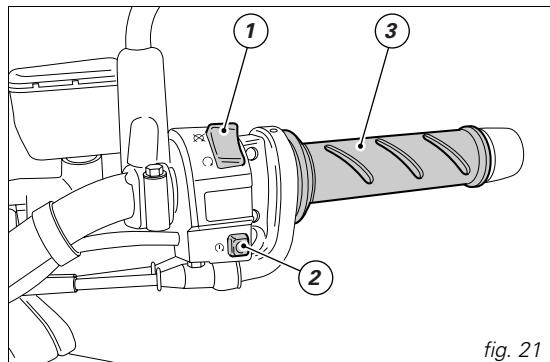

fig. 21
- 1) si le code est reconnu, le témoin IMMO (3, fig. 5) sur le tableau de bord, émettra un bref clignotement ; le système antivol a reconnu le code de la clé et désactive le blocage du moteur. En appuyant sur le bouton de  démarrage du moteur (2, fig. 21), le moteur se met en marche ;
Comodo droit (fig. 21)
Poignée des gaz (fig. 21)